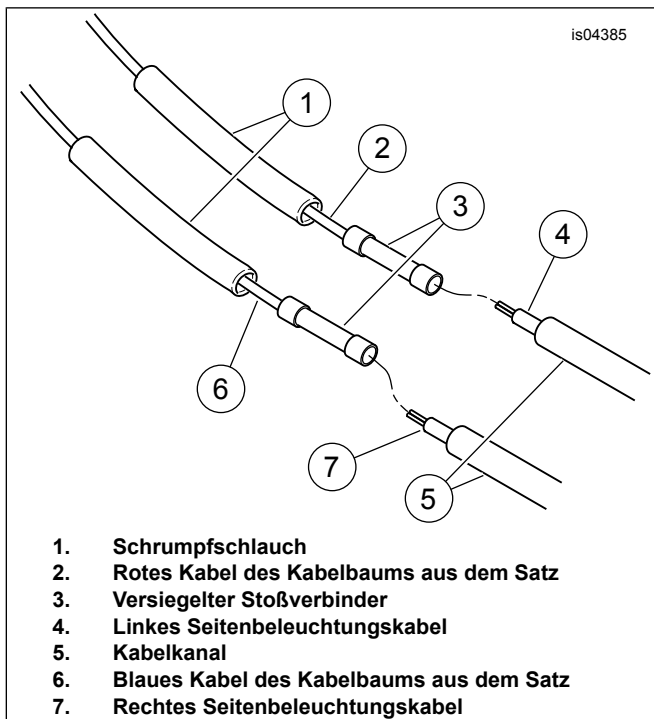

Abbildung 7. Leuchtenkabel an Kabelbaum aus dem Satz anschließen
18. Siehe Abbildung 7. Den Schrumpfschlauch (1) aus dem Satz über das blaue Kabel des Verfolgungsleuchten-Kabelbaums schieben. Den versiegelten Stoßverbinder (3) mit einer Quetschverbinderzange (38125-8) an das blaue Kabel pressen. Das rechte Kabel der Verfolgungsleuchte mit dem Steckverbinder verbinden und so kürzen, dass etwa 25 mm (1 in) des Kabels am versiegelten Stoßverbinder vorbeiragt. Den Kabelkanal (5) ca. 38 mm (1-1/2 in) vor dem Kabelende abtrennen.
20. Das Ende des rechten Leuchtenkabels in den versiegelten Stoßverbinder (3) einsetzen. Mit der Quetschverbinderzange die Kabel an den versiegelten Stoßverbinder pressen.